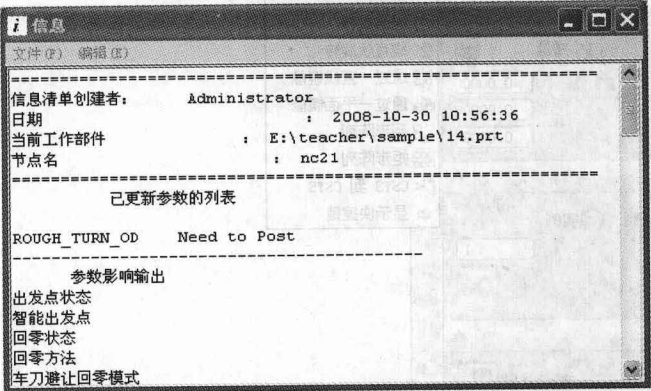

图 1-18 更新列表
5) “更新列表”命令。“更新列表 (Update List)”命令用于列出刀具轨迹生成后所有已修改过的参数。选中某一个对象后选择该命令，将弹出一个信息窗口，如图 1-18 所示，其中列出了需要重新生成 (Need to Generate) 的刀具轨迹和需要后处理 (Need to Post) 的刀具轨迹等信息。如果刀具路径进行后处理后没有参数变化，则显示刀具路径已完成的信息。